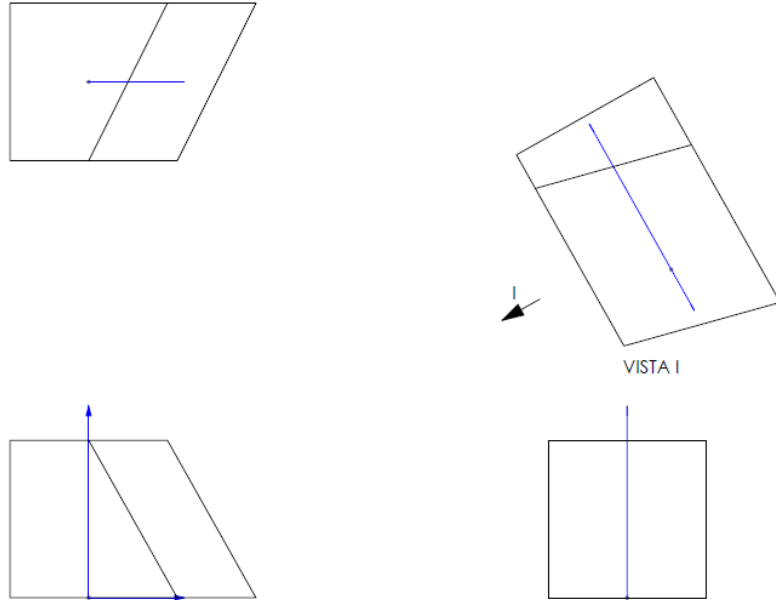

Ilustración 162
Paso 2: Se selecciona una de las aristas de alguna vista principal colocadas con anterioridad, en este caso se usara la línea diagonal en la vista frontal (ver ilustración 162).